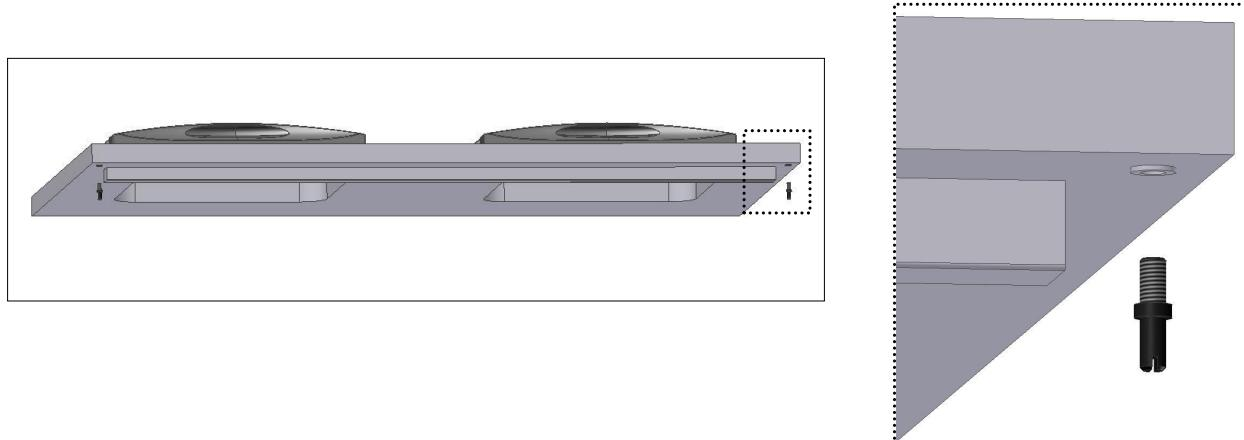

Fig. 6
- Collocare i **perni superiori** nel piano (Fig. 6);